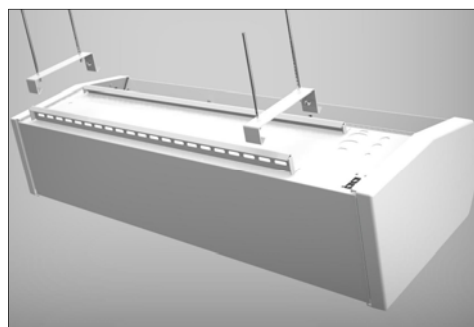

Fig 6
Étape 2 Vissez et boulonnez les tiges filetées dans les supports pour installation au plafond, comme illustré sur la Fig 6.